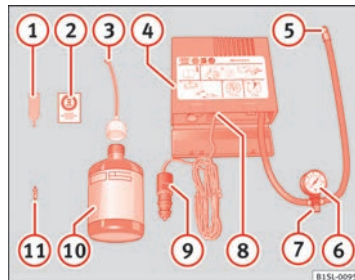

Abb. 149 Prinzipdarstellung: Bestandteile des Pannensets.
Das Pannenset befindet sich im Gepäckraum unter dem Bodenbelag. Es besteht aus folgenden Bestandteilen → Abb. 149:
10. Den Aufkleber ⇒ Abb. 149 ② aus dem Pannenset im Blickfeld des Fahrers auf die Instrumententafel kleben.
- Mit dem Ventileinsatzdreher ⇒ Abb. 149 ① den Ventileinsatz aus dem Reifenventil herausdrehen und auf einen sauberen Untergrund legen.
- Reifenfüllflasche ⇒ Abb. 149 ⑩ einige Male kräftig hin- und herschütteln.
- Einfüllschlauch ⇒ Abb. 149 ③ fest im Uhrzeigersinn auf die Reifenfüllflasche schrauben. Die Folie am Verschluss wird automatisch durchstoßen.
- Verschlussstopfen vom Einfüllschlauch ⇒ Abb. 149 ③ entfernen und das offene Ende ganz auf das Reifenventil stecken.
- Ventileinsatz mit dem Ventileinsatzdreher ⇒ Abb. 149 ① wieder in das Reifenventil schrauben.
- Reifenfüllschlauch ⇒ Abb. 149 ⑤ des Luftkompressors fest auf das Reifenventil schrauben.
- Prüfen, ob die Luftablassschraube ⇒ Abb. 149 ⑦ zuge dreht ist.
- Kabelstecker ⇒ Abb. 149 ⑨ in eine 12-Volt-Steckdose im Fahrzeug stecken ⇒ Seite 120.
- Luftkompressor mit dem EIN- und AUS-Schalter ⇒ Abb. 149 ⑧ einschalten.
Den Reifenfüllschlauch ⇒ Abb. 149 ⑤ wieder anschließen und den Reifenfülldruck an der Reifenfülldruckanzeige ⑥ ablesen.